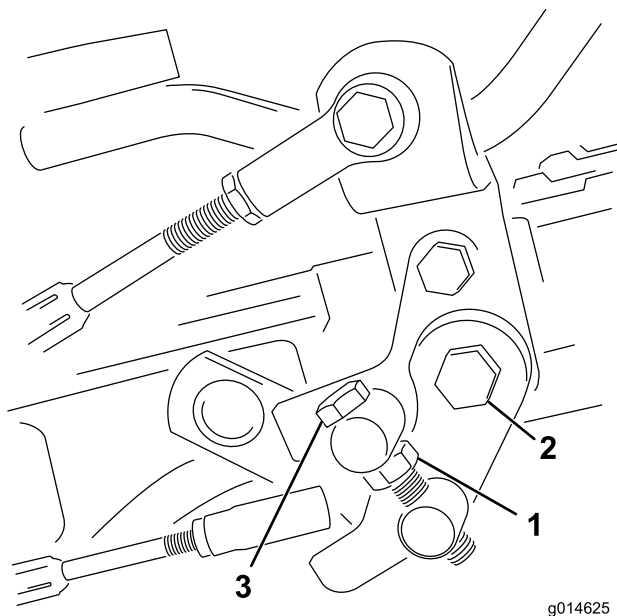

Figura 50
1. Allentate il controdado sul bullone di articolazione (Figura 50).
4. Serrate il controdado sul bullone di articolazione e il dado sul perno del pedale per fissare la regolazione (Figura 50). Controllate la messa a punto, e all'occorrenza ripetete la regolazione.